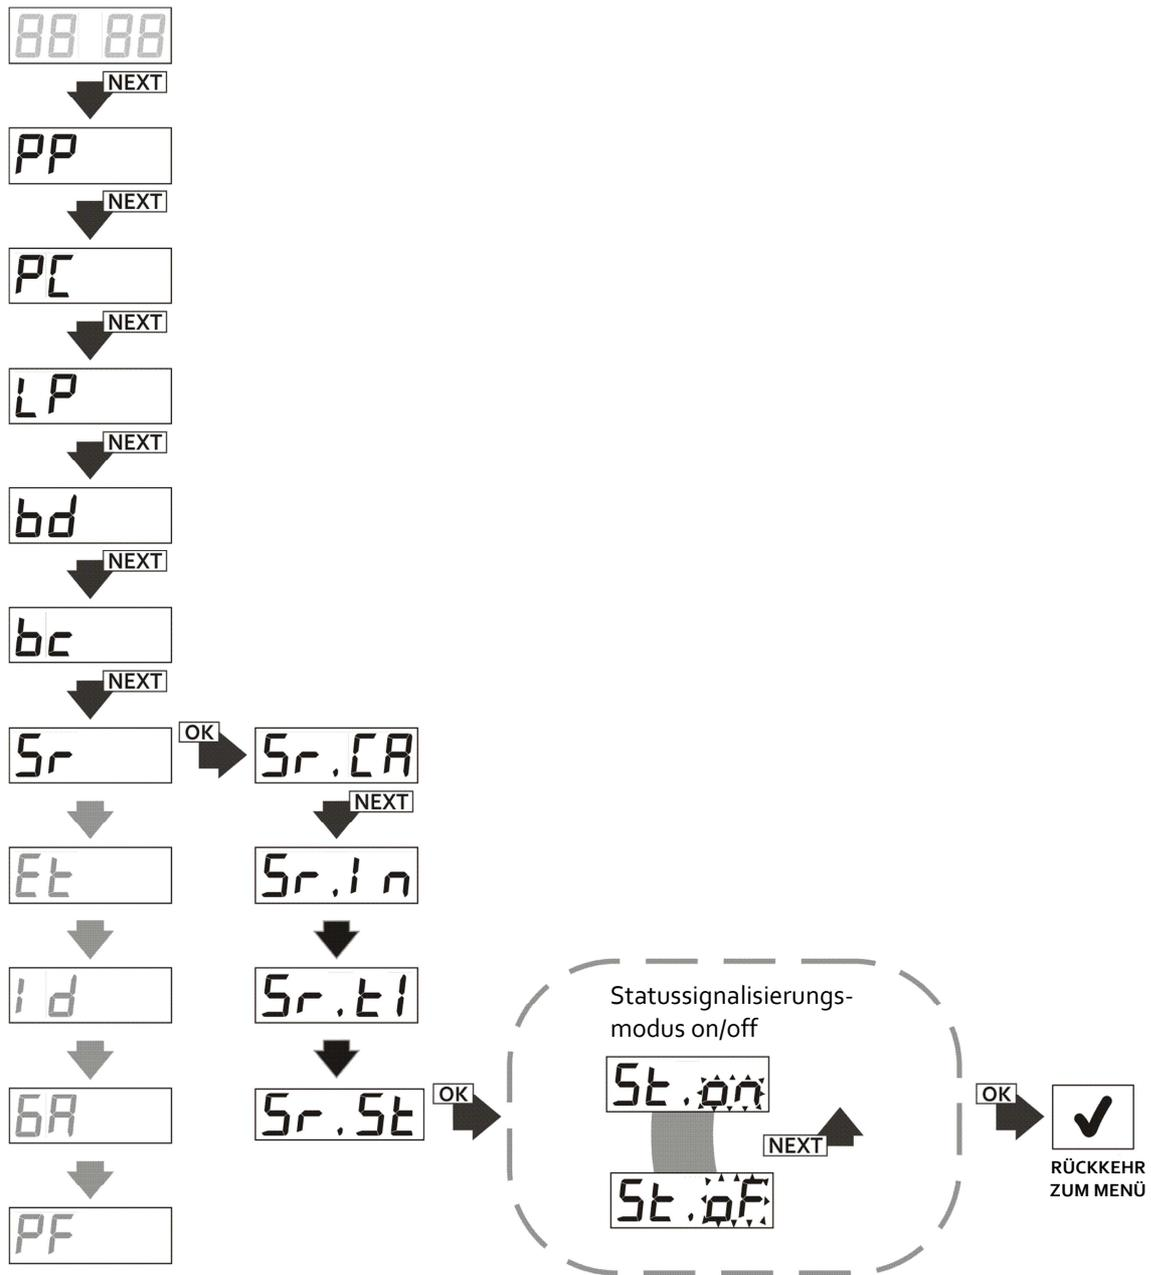

Abb. 26 Einstellen des Empfängereingangs in den Statussignalierungsmodus, Funktion Sr.St.
- drücken Sie die Taste OK/ESC, wählen Sie mit der Taste NEXT die Unteroption 'St' (Abb. 26);